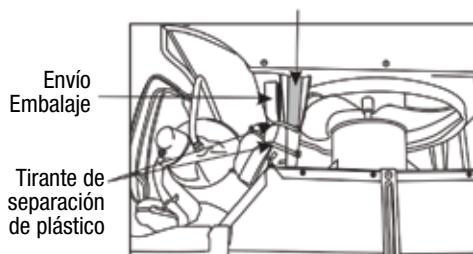

FIG. 7
8. Sostenga el gabinete mientras tira de la manija de la base y retire con cuidado la unidad. (Vea la Fig. 7)
10. Su unidad puede venir con embalaje interno. Este embalaje DEBE retirarse antes de volver a instalar el aire acondicionado en el gabinete. (Vea la Fig. 7)